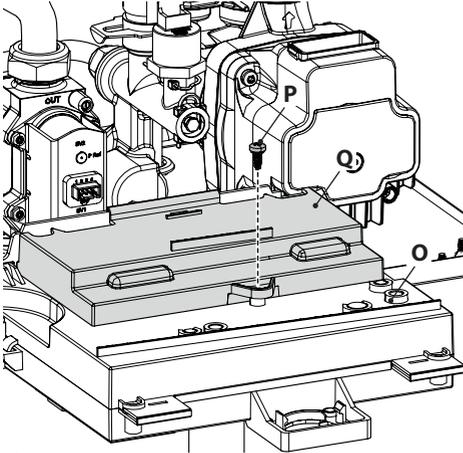

Figura 5.23
in Figura 5.23.
- Svitare la vite **P** e sollevare il coperchio **Q** per accedere alle morsettiere alimentazione elettrica, remoto e sonda esterna (Figura 5.23).